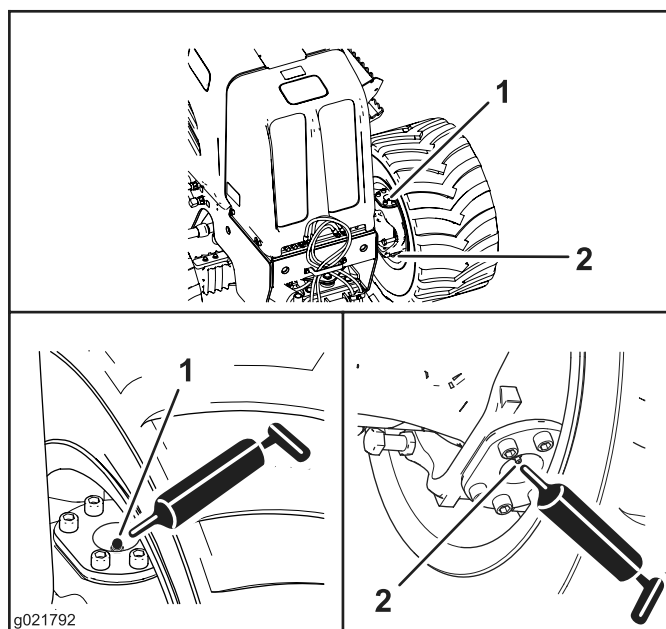
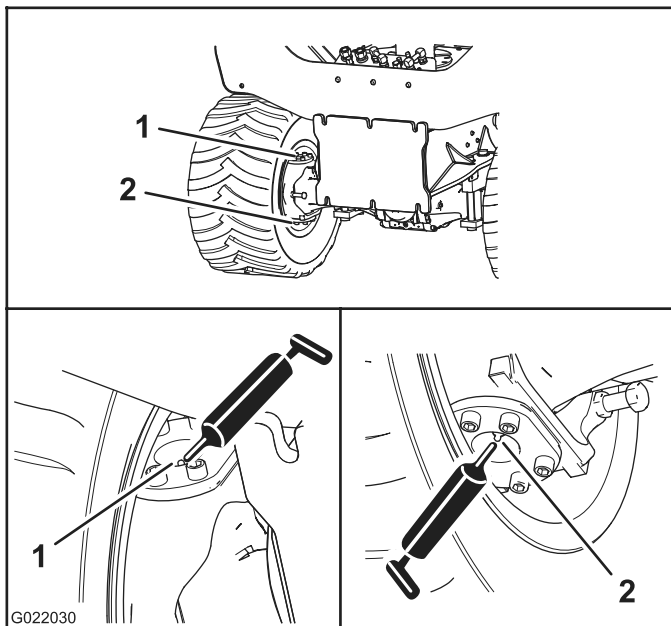

Figura 32
Figura 33
2. Conecte la pistola de engrasar a los engrasadores de los pivotes superior e inferior; bombee 2 o 3 aplicaciones de grasa en cada engrasador (Figura 32 y Figura 33).